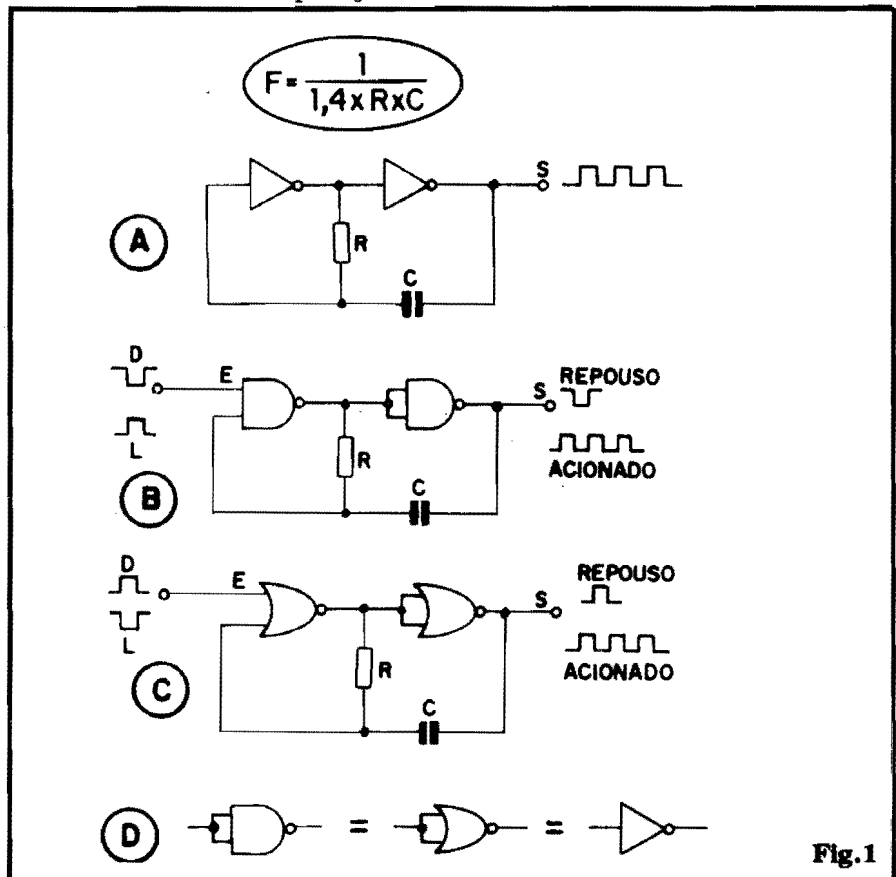

Fig.1
- FIG. 1-A - Estrutura básica do **ASTÁVEL** baseado em dois simples inversores. O arranjo é do tipo **free running** ou seja: uma vez energizado, oscilará indefinidamente, na Frequência determinada por R-C, até que a alimentação seja desligada...
- FIG. 1-B - Estrutura do **ASTÁVEL "gatilhado"**, com dois **gates NAND** ("não e" ou **NE**). Para que ocorra o funcionamento é necessário que a Entrada de Disparo "E" receba um nível digital "alto". Para desligar o **ASTÁVEL**, a Entrada "E" deve receber nível digital "baixo". Em repouso (circuito alimentado, mas **ASTÁVEL "não autorizado"**) a Saída "S" mostrará nível digital "baixo". Com o **ASTÁVEL "autorizado"**.
- FIG. 1-C - Outra estrutura muito conhecida, de ASTÁVEL "gatilhado", agora implementado com dois **gates NOR** ("não ou" ou NOU...). Para "ligar" o ASTÁVEL, precisamos aplicar à Entrada "E" um nível digital "baixo". Para inibir a oscilação, deve ser aplicado um nível digital "alto" à dita Entrada "E"... A condição de repouso (ASTÁVEL "desligado", mas circuito com a alimentação aplicada...) da Saída "S" mostra um nível "alto", enquanto que - autorizado - o ASTÁVEL apresentará na Saída "S" um "trem" de pulsos com Frequência dependente de R-C...
- FIG. 1-D - Notar que com dois **gates NAND** ou dois **gates NOR** também pode ser feito um ASTÁVEL do tipo **free running**, como o mostrado na fig. 1-A... Basta unir-se as Entradas individuais de cada **gate**, "transformando-os", eletricamente, em simples inversores...
Em qualquer dos arranjos mostrados na fig. 1, a Frequência de oscilação do clock (ASTÁVEL) é determinada pelos valores de R e C, conforme cálculos que mostraremos mais adiante...
Recordadas as estruturas básicas dos circuitos, vamos ao objetivo principal da presente matéria, que é simplificar e esclarecer os... CÁLCULOS! No caso dos ASTÁVEIS (fig. 1), a FREQUÊNCIA de oscilação é obtida através da fórmula: